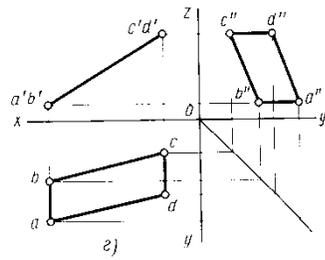

Рисунок 9
- 2)  $P \perp \Pi_2$  – фронтально-проецирующая плоскость (Рисунок 9)